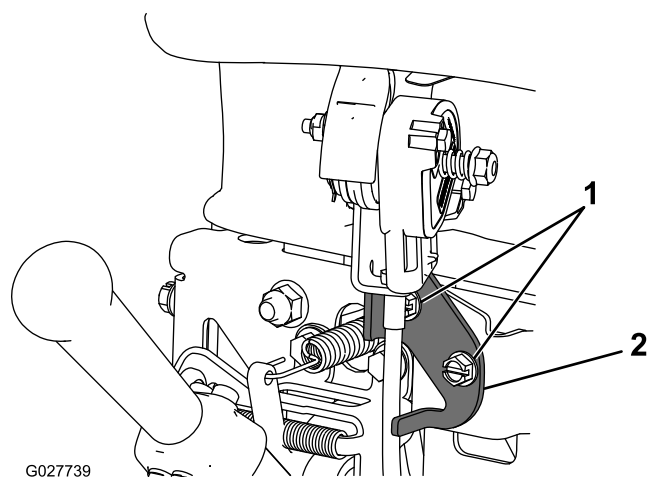

Figura 26
2. Desaperte os dois dispositivos de fixação que prendem a alavanca do acelerador (Figura 26).